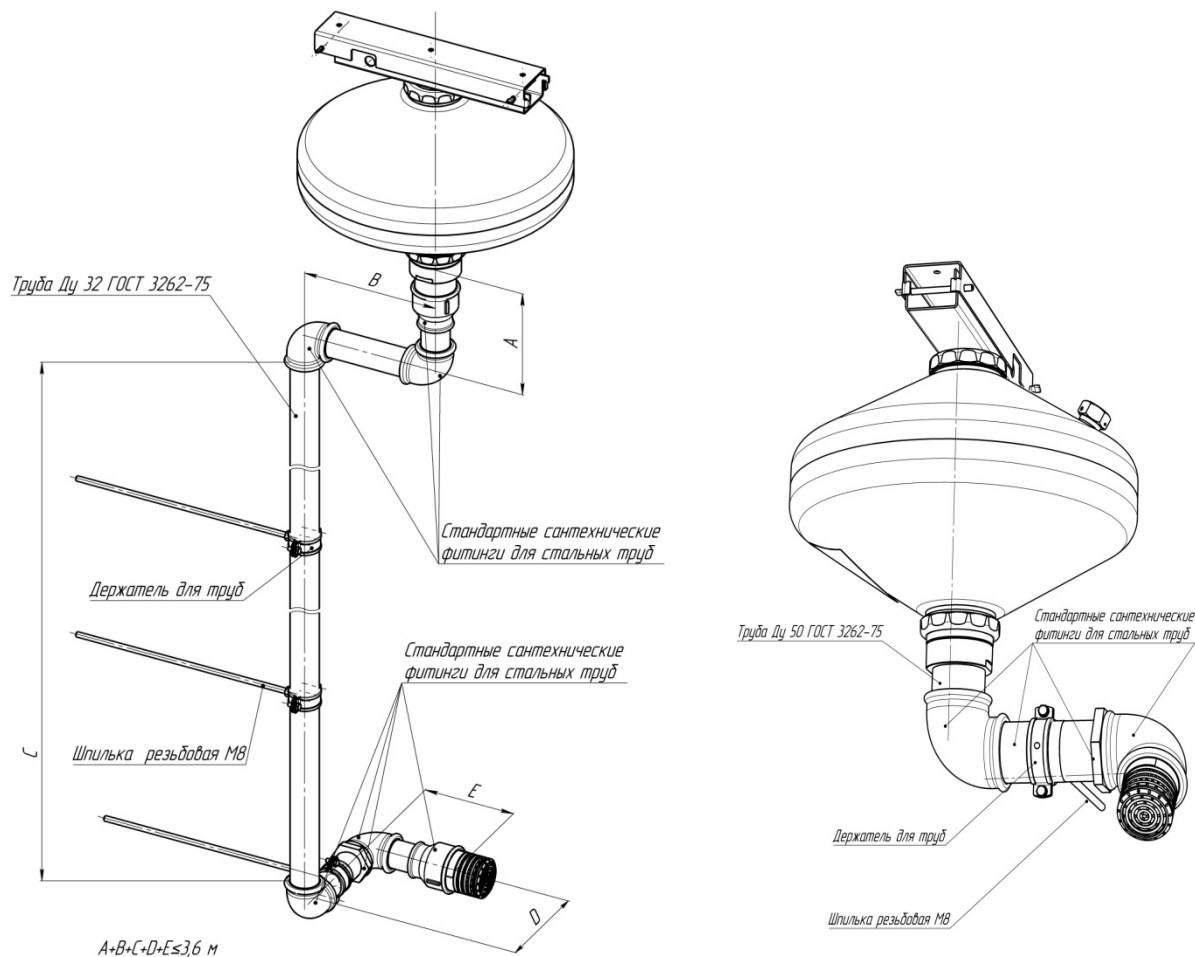

Рис.2 Общий вид модуля с удлиненным трубопроводом.
3.6 Допускается насадок - распылитель ТРВ-85, ТРВ-60, ТРВ-60Вр, ТРВ-180 присоединять к модулю с помощью трубопровода длиной не более 1,5 метра - (Ду 50), не более 2,3 метра - (Ду 40) не более 3,6 метров - (Ду 32) для решения задач размещения модулей в помещениях с конструктивными особенностями потолочных конструкций, наличием фальшпотолков, затенений и пр. (СТО 96450512 - 002 - 2016 Приложение Р). Типовые разводки для указанных диаметров трубопроводов с учетом максимальной допустимой длины представлены на рис.2.